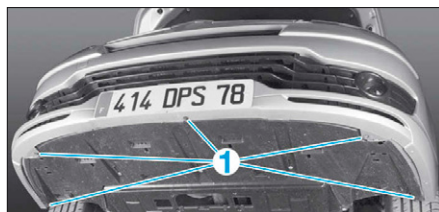

FIG. 3
- Lever le véhicule, puis déposer les fixations (1) (Fig.3).